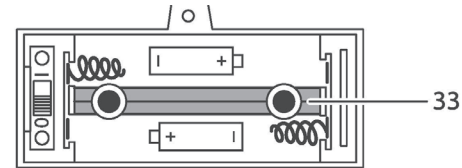

Рис. 3
8. При необходимости использования лазерного указателя, откройте крышку отсека для батареек (33) (Рис. 3), вставьте элементы питания (2 батарейки AAA, входят в комплект) и закройте крышку. После этого включите лазерную направляющую. При необходимости отрегулируйте получаемую линию посредством перемещения держателя и лазера.